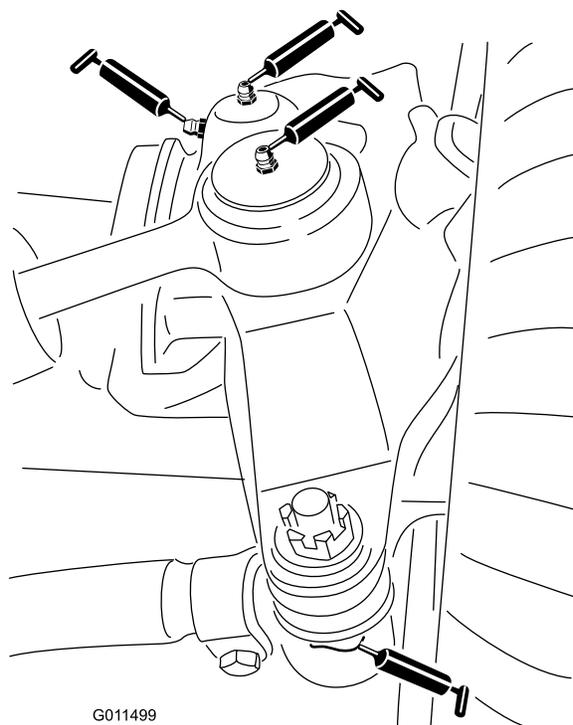

Рисунок 60
- Шаровые опоры гидроцилиндра рулевого управления (2 шт.) (Рисунок 60)
- Шаровые опоры стяжной тяги (2 шт.) (Рисунок 60)
- Втулки поворотного шкворня (2 шт.) (Рисунок 60).